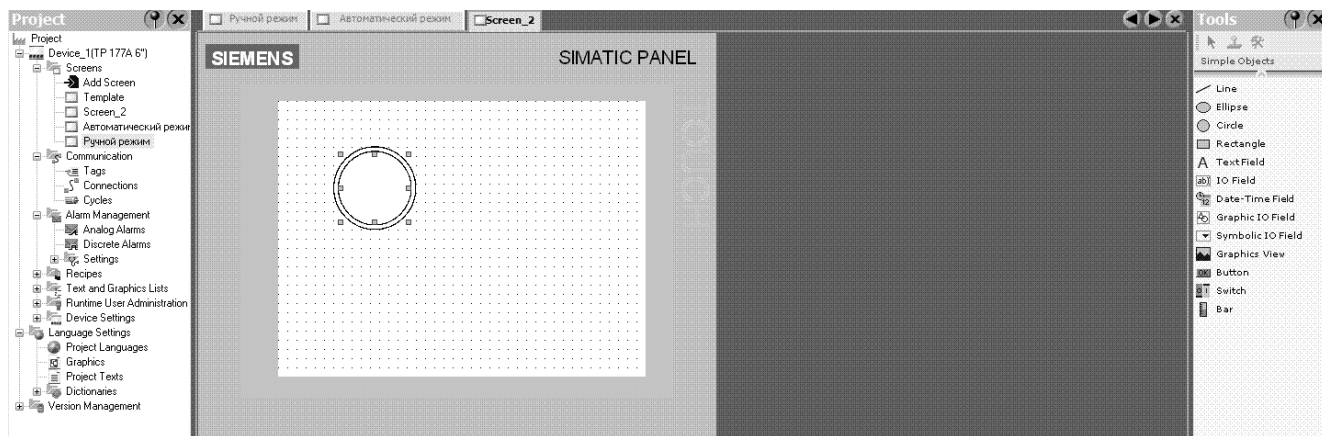

Рис. 3.28. Создание индикатора
- в окне «Tools» выбрать строку «Circle» и левой клавишей мыши перетащить ее на панель оператора (рис. 3.28). Возникшую окружность увеличить или уменьшить до требуемых размеров;